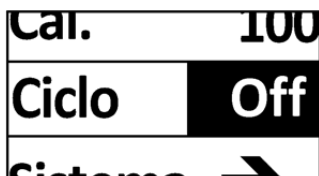

Fig. 43: Indicación de ciclo
2. Seleccionar el menú "Ciclo" (véase la Fig. 43)